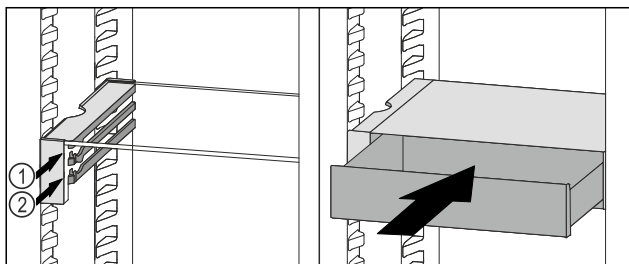

Fig. 99
- ▶ Așezați sertarul VarioSafe în spatele opritoarelor pe nervura dorită Fig. 99 (1) sau Fig. 99 (2).